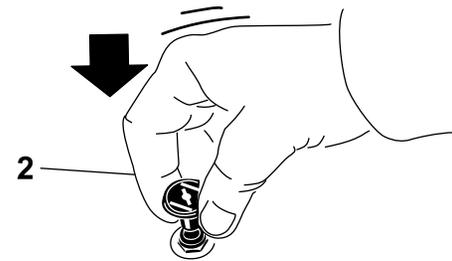

図 22
2. エンジンが始動したらチョークを押し込んでチョークを解除する 図 22。
1. チョークのノブを引き出すとチョークがセットされるのでその後にエンジンを始動する(図 22)。